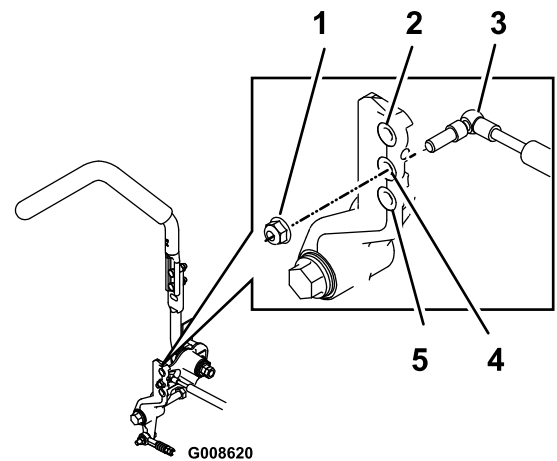

Figura 64
2. Retire a porca de bloqueio, mova o parafuso de montagem do amortecedor para a posição pretendida e instale a porca de bloqueio. Consulte Figura 64 para as opções de montagem.